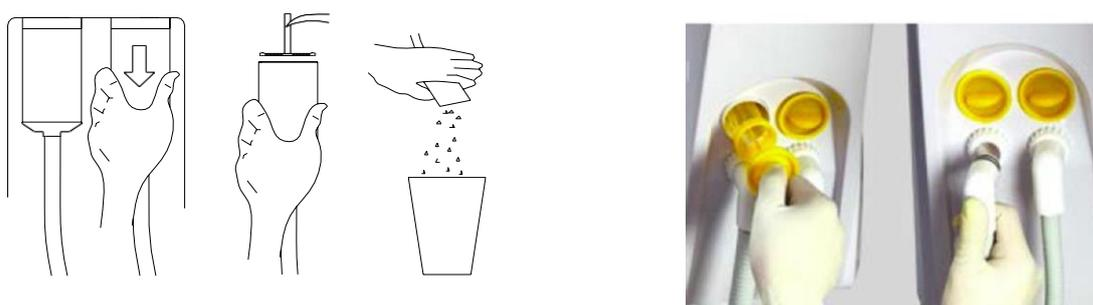

Рисунок 6
5. Установка снабжена всасывающими фильтрами двух типов. Во всасывающем фильтре есть сетка  $\geq 2$  мм. Когда в сетке фильтра слишком много мусора, это влияет на эффективность работы, поэтому ее необходимо вовремя очищать. При очистке встроенного фильтра извлеките его. Затем выньте сетку фильтра плоскогубцами и промойте сетку и основание фильтра водой, затем установите сетку фильтра обратно (Рисунок 6).